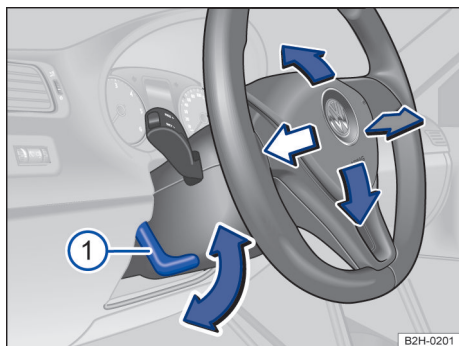

Fig. 59 Ajustar a posição do volante mecanicamente.
- Virar a alavanca → Fig. 59 ① para baixo.